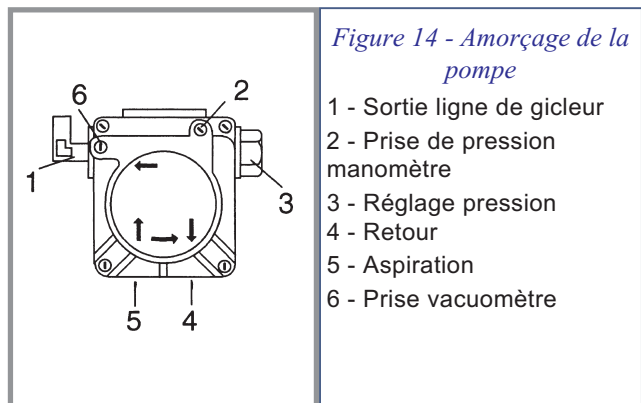

Figure 14 - Amorçage de la pompe
- Desserrer le bouchon de la prise vacuomètre (rep. 6, fig. 14) et attendre la sortie du fioul.